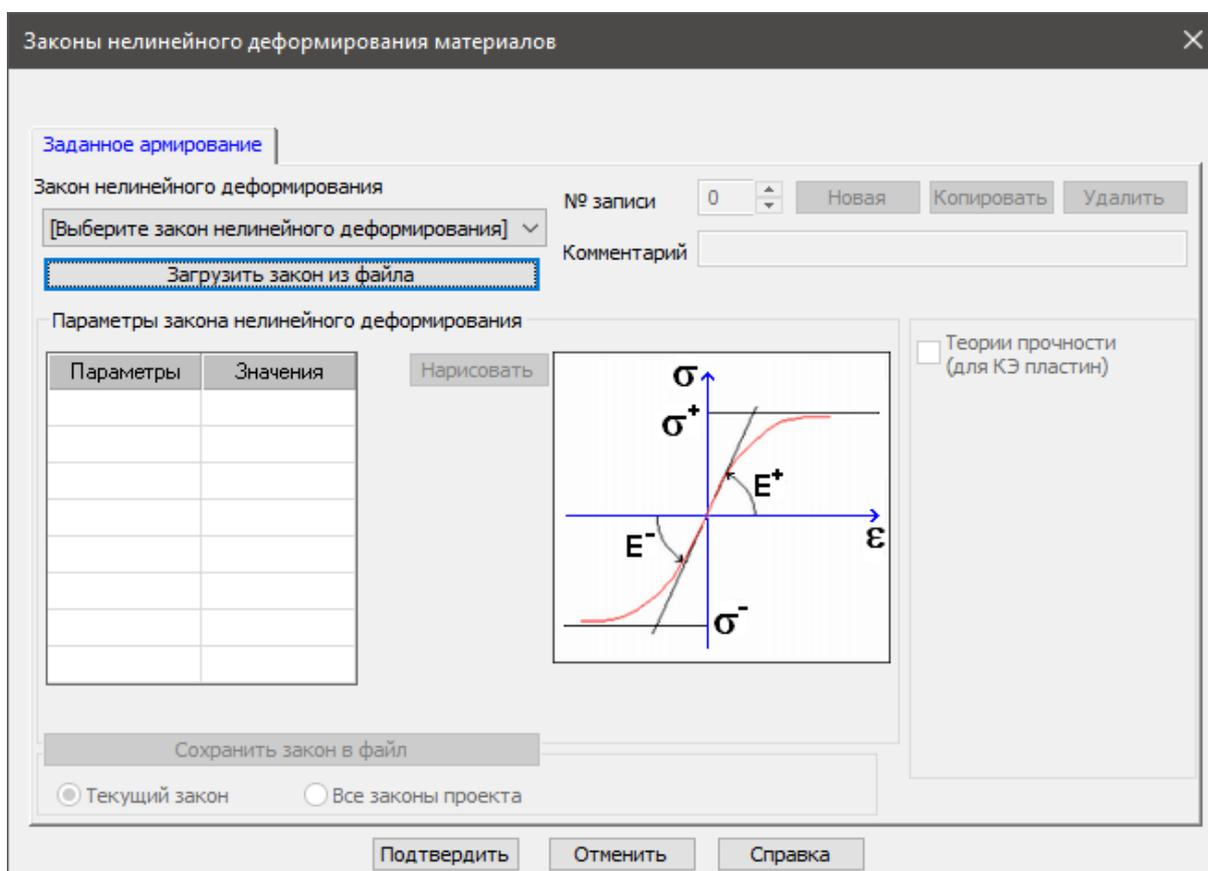

Рис. 16.26 Окно Законы нелинейного деформирования материалов
- ❑ В правой части окна нажмите галочку **Учёт физ. нелинейности** и нажмите на одноимённую кнопку для вызова диалогового окна **Законы нелинейного деформирования материалов** (Рис. 16.26);
- В правой части окна нажмите галочку **Учёт физ. нелинейности** и нажмите на одноимённую кнопку для вызова диалогового окна **Законы нелинейного деформирования материалов** (Рис. 16.26);